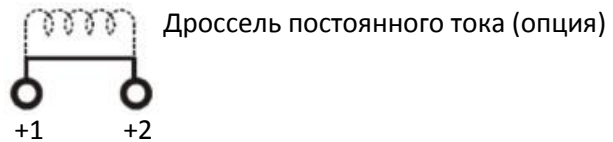

Рис. 5-2
- ☑ Клеммы подключения дросселя постоянного тока, служащего для улучшения коэффициента мощности и снижения гармонических искажений, при поставке соединены перемычкой, как показано на рис. 5-2. Удалите ее перед подключением дросселя постоянного тока.